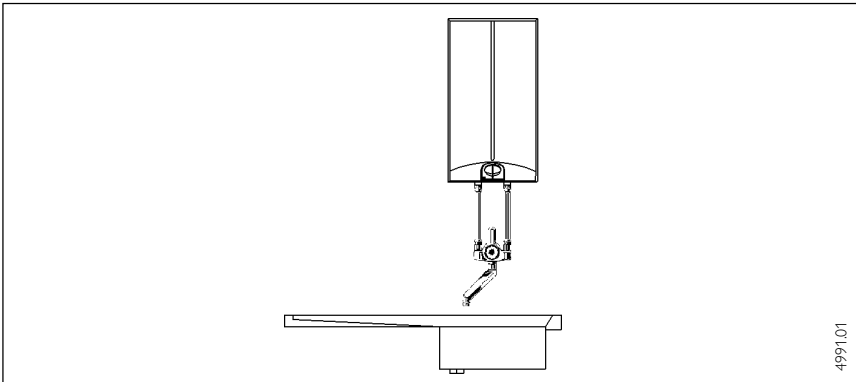

Abb. 6/Fig. 6/Afb. 6
- Montieren Sie den Speicher senkrecht, Wasseranschlüsse nach unten (Abb. 6).
Die Überwurfmutter muß gerade aufgesetzt werden (Abb. 6), gewaltsames Anziehen zerstört die Anschlüsse!
- Install the water heater vertically. Water connections down (Fig. 6) and in a frost-free room.
Compression nut must not be on toe-out (Fig. 6), forced tightening will destroy water-connections!
- Installer le chauffe-eau à la verticale, raccordements hydrauliques vers le bas (fig. 6), dans une pièce à l'abri du gel.
L'écrou de raccordement doit être correctement positionné (fig. 6).
- Monteer de boiler loodrecht, wateraansluitingen naar beneden (afb. 6).